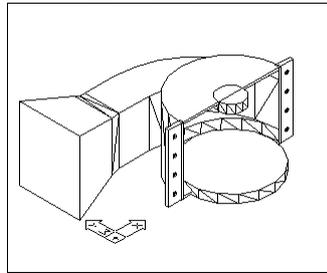

图 18-34
(9) 重复上述指令。作以 (139, 0, 70) 为底面圆心，半径为 15、高度为 10 的圆柱，结果如图 18-34 所示。